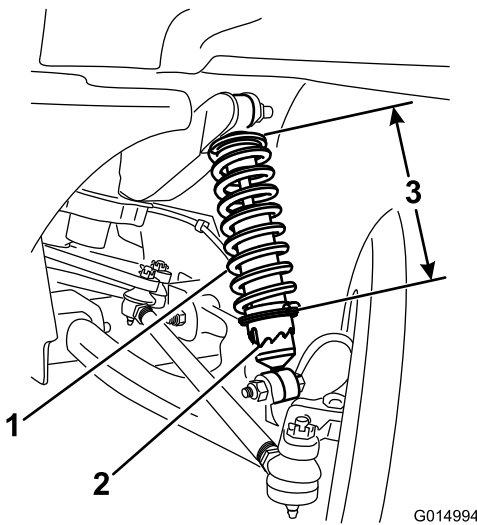

Figura 32
- A. Usando la herramienta TORO6010, gire el collarín del amortiguador para variar la longitud del muelle (Figura 32).